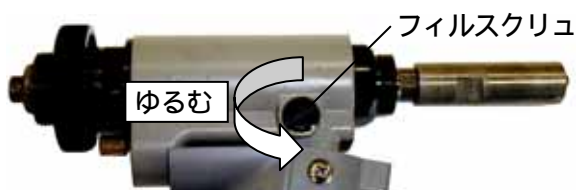

図7-10
- (10) マイナスドライバでフィルスクリュを緩め、余分な油圧オイルと空気(気泡)を除去してください。油圧オイルが出なくなるまで放置した後、フィルスクリュを締め付けてください。(図7-10)